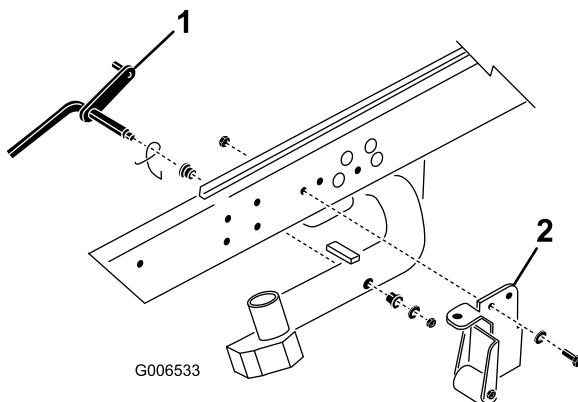

図3
1. ピボットロッドを昇降アーム番に固定しているロックナットとワッシャを外す図3。昇降アームから、ピボットロッドとスプリングを取り外す。昇降アーム番および番にも同じ作業を行う。
**注** DPA カッティングユニットでは、ティッパー・ブラケットトローラ付きやティッパー・サポート・ブラケットは必要ありません図3。